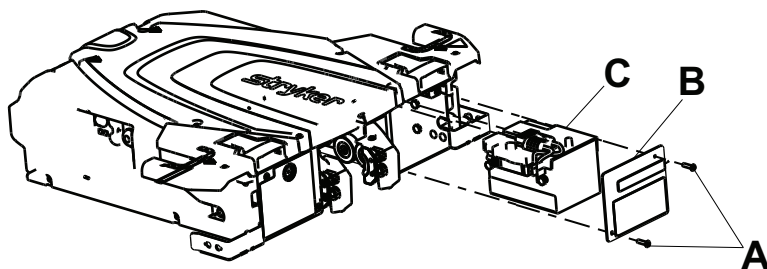

Figure 43 – Composants du boîtier de batterie
2. À l'aide d'une clé Torx T25, retirer les deux vis d'assemblage à tête ronde (A) qui fixent la plaque de protection arrière du chariot (B) au châssis de chariot (Figure 43). Retirer le couvercle. Conserver les vis.
3. Tirer pour retirer l'ensemble du boîtier de batterie (C) (Figure 43).